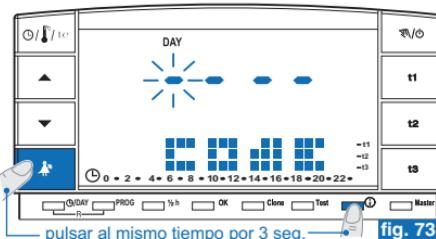

fig. 73
- Para registrar una contraseña presionar (por 3 seg.) las teclas y . En la pantalla aparecerá el mensaje **C0dE** y el primer guion a la izquierda parpadeará (fig. 73).
- Si la contraseña está activada y se intenta activar una de las funciones protegidas, en la pantalla aparecerá el mensaje **COdE** y el primer guion de la izquierda parpadeará (fig. 73).
- Desde el normal funcionamiento del cronotermostato presionar (por 3 seg.) las teclas **②** y **①**. En la pantalla aparecerá el mensaje **COdE** y el primer guion a la izquierda parpadeará (fig. 73).